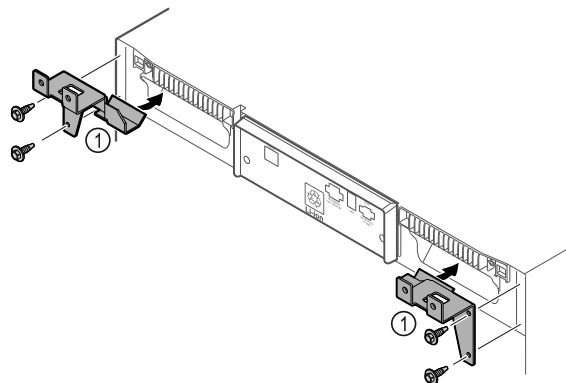

Fig. 10
- Montera fästdelarna Fig. 10 (1) på apparaten med självgående skruvar.